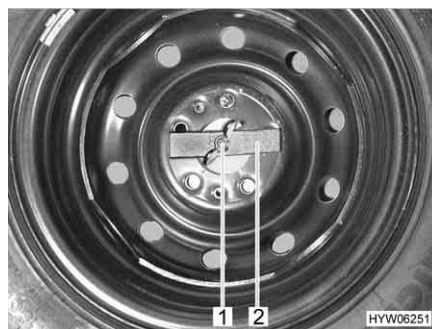

Fig. 263 Ruota di scorta nel gavone di coda
- Svitare manualmente il dado ad alette (Fig. 263,1) e rimuoverlo.
- Rimuovere la barretta di compressione (Fig. 263,2).